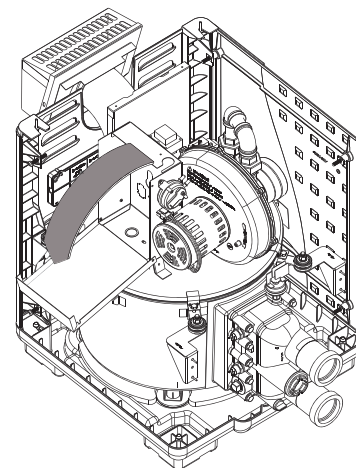

Figura 21.
3. Abra a tampa da caixa de controle (ver **Figura 21**).